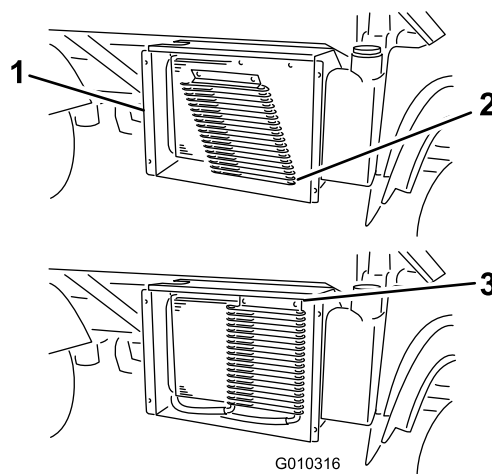

Figura 54
- Se estiver equipado, rode as patilhas e incline o refrigerador de óleo afastando-o do radiador (Figura 54).